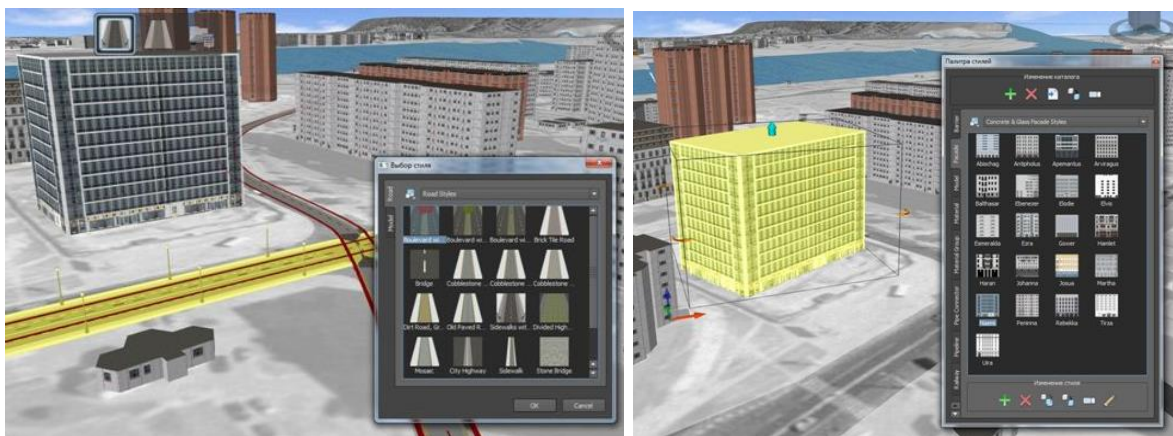

Рисунок 2.3 – Ілюстрація стилізації доріг і будівель у тривимірній ГІС
1. Швидке створення моделей існуючої інфраструктури (рис. 2.3). Інтеграція в єдину тривимірну модель вже використовуваних в архітектурно-будівельних компаніях різних типів даних: креслень з 2D САПР, ГІС даних, зокрема з СКБД, інформаційних моделей будівель (ВІМ), растрових даних (космознімки для покриття рельєфу, текстури для моделей).